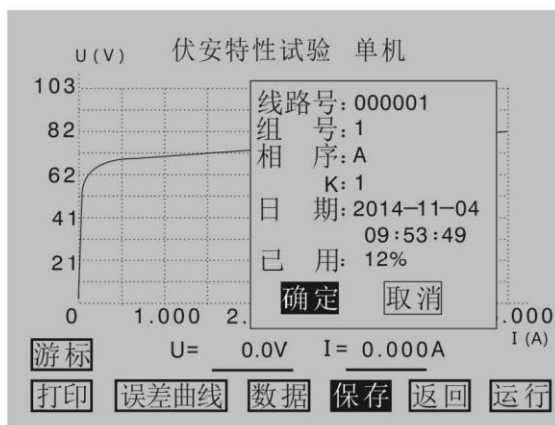

图 3.12 伏安特性测试结果保存设置界面
**保存**：通过旋转鼠标将光标移动到**保存**选项并按下，将弹出一个伏安特性试验结果保存参数设置对话框，如图 3.12 所示。“**线路号**”可以设置六位，每一位用数字 0~9 或者“空格”表示，通过旋转鼠标将光标移动到“**线路号**”右边的选项并按下旋转鼠标，光标缩小为一个数字大小，通过转动旋转鼠标得到所需要的值，每按一下旋转鼠标可设置下一位数字，当按完六下后，即完成“**线路号**”的设置。“**组号**”由一位 0~9 的数字或者“空格”表示，设置方法跟“**线路号**”相同。“**相序**”由一个字母或者“空格”表示，字母可以为“A、B、C、D”中的一个，设置方法跟“**线路号**”相同。“**K**”由一位 0~9 的数字或者“空格”表示，设置方法跟“**线路号**”相同，“**日期**”为当前时间，“**已用**”表示已保存的数据量。当设置完参数后将光标移动到**确定**选项并按下，仪器自动完成**保存**并返回到上一级伏安特性试验结果操作界面；当将光标移动到**取消**选项并按下，仪器自